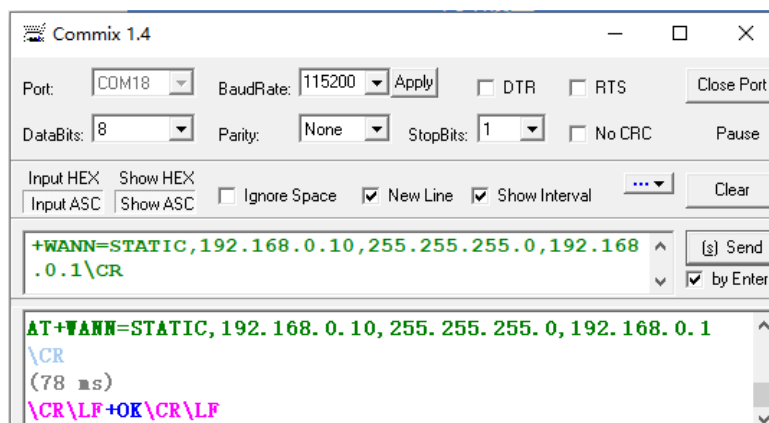

图 9-5 设备网络参数设置界面
- 3) 设置设备网络 IP、子掩码、网关，如图 9-5 所示，将 IP 设置为 192.168.0.10；